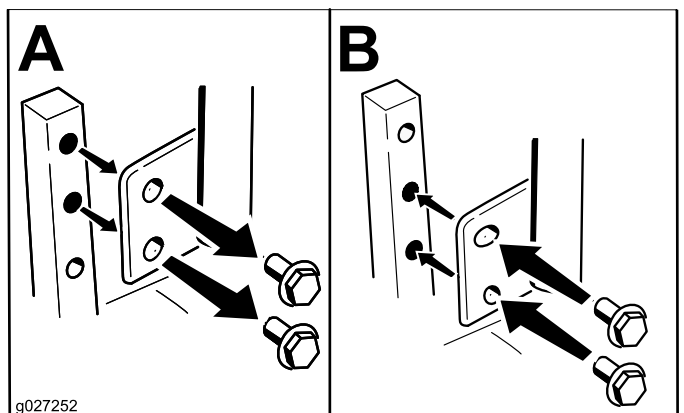

Figure 10
Vous pouvez ajuster la hauteur des leviers de commande de déplacement en fonction de votre taille (Figure 10).
- Desserrez le boulon inférieur jusqu'à ce qu'il soit possible de faire pivoter le levier de commande en avant ou en arrière (Figure 10).